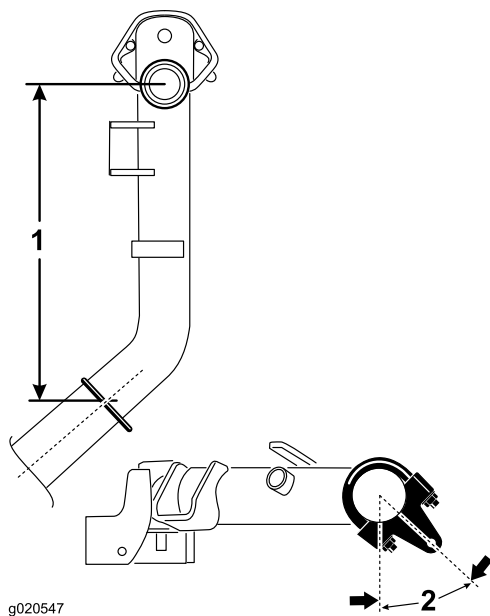

図5
- 昇降アーム2番、3番では、ブラケットとUボルトが、ピボットナックルの中心線よりも38 cm後ろになるように取り付ける図5。